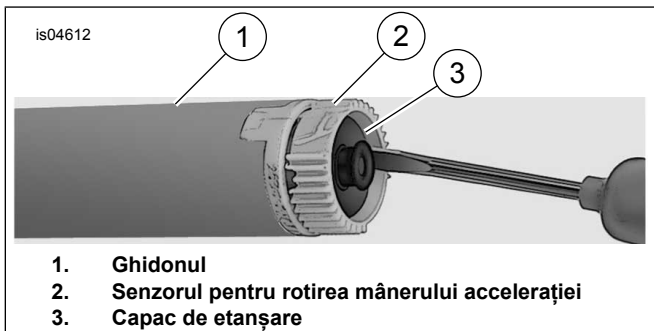

Figura 2. Scoateți capacul de etanșare
- A se vedea figura 2. Introduceți o șurubelniță subțire sau orice alt instrument cu lama plată în zona plată printr-o parte a capacului de etanșare.